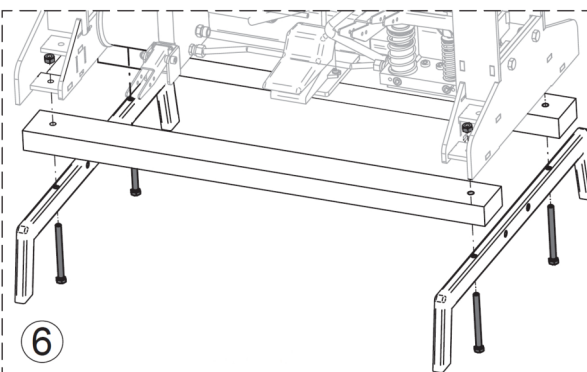

Abb. 20: Demontage der Transportquerfüße und Querbalken
Schritt 6: Demontieren Sie die Transportquerfüße und die Querbalken (Abb.20).